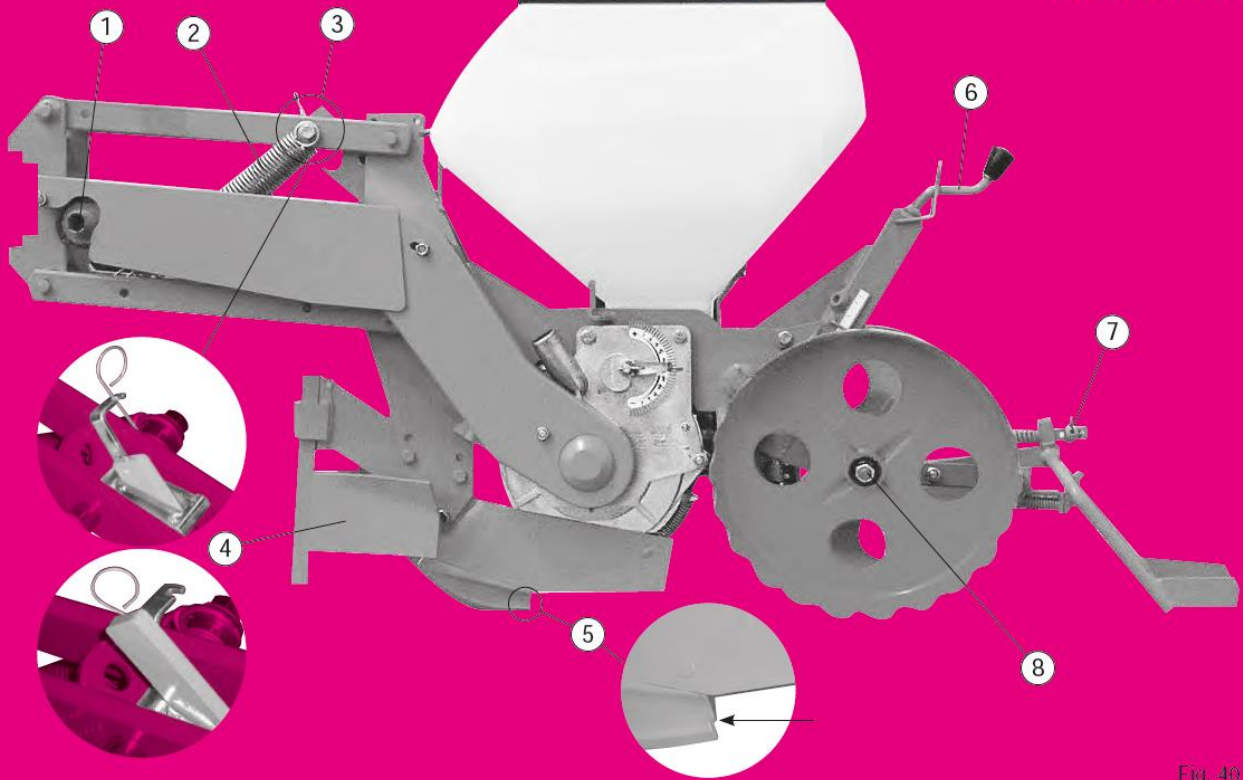

Fig. 40
#### Wersja podstawowa (fig. 40):
sekcja zamontowana na równoległobocznym ramieniu z regulacją głębokości za pomocą korby na tylnym bloku (6) (fig. 40) - rozgarniacz brył z przodu – standardowa redlica do kukurydzy – metalowe koła ugniatające tylne pochylone – zagarniacze tylne – zbiornik na ziarno pojemności 40 litrów.
- **(1).** Zabezpieczenie (fig. 40): powoduje „stukot” w przypadku zablokowania sekcji wysiewającej. W takim przypadku należy się zatrzymać. Przesmarować zęby sprzęgła kłowego podczas uruchomienia siewnika, aby ułatwić jego późniejsze działanie.
- **(3).** Zaczep w pozycji uniesionej (fig. 40): w czasie pracy pozostawić sprężynę w jej ząbku, aby uniknąć niechcianego załączania się zaczepu.
- **(6).** Regulacja głębokości siewu (fig. 40): równomierność ustawienia głębokości wysiewu zapewnia skala z podziałką.
- **(7).** Regulacja wysokości skrobaków (fig. 40) za pomocą zestawu podkładek dystansowych.
- **(8).** Regulacja rozstawu kół do wysiewu kukurydzy (fig. 40): 2 pierścienie na piaście, które umieszczono ze strony wewnętrznej bądź zewnętrznej, umożliwiają otrzymanie 2 podstawowych rozstawów. Używać kół dokręconych do siewu powierzchniowego (1 do 3 cm).